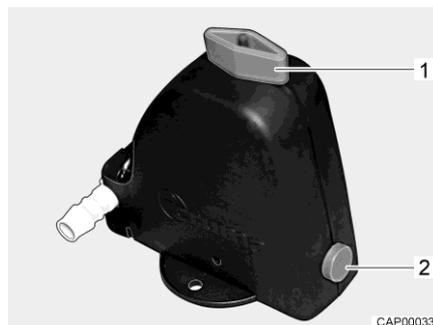
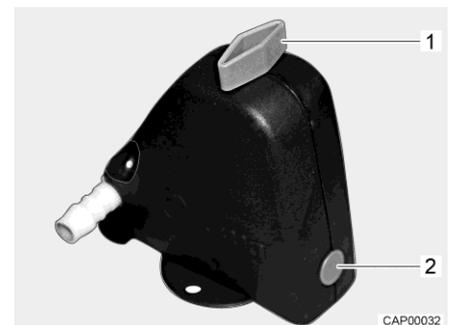

Fig. 88 Valvola di sicurezza/di scarico aperta
Fig. 89 Valvola di sicurezza/di scarico chiusa
- Chiudere la valvola di sicurezza/di scarico. A tal fine ruotare la manopola (Fig. 88,1) trasversalmente rispetto alla valvola di sicurezza/di scarico e premere verso l'interno il bottone automatico (Fig. 88,2). La valvola di sicurezza/di scarico chiusa è rappresentata in Fig. 89. Con temperature inferiori a 6 °C non è possibile chiudere la valvola di sicurezza/di scarico.